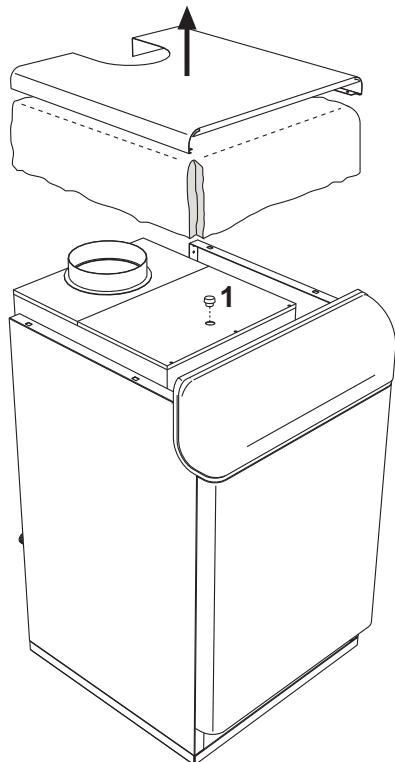

fig. 6 - Analizarea combustiei
În interiorul centralei, în partea superioară a dispozitivului antirefulare, a fost introdus un punct de prelevare a gazelor arse (vezi fig. 6).
3. Deschideți punctul de prelevare gaze arse 1 din fig. 6;